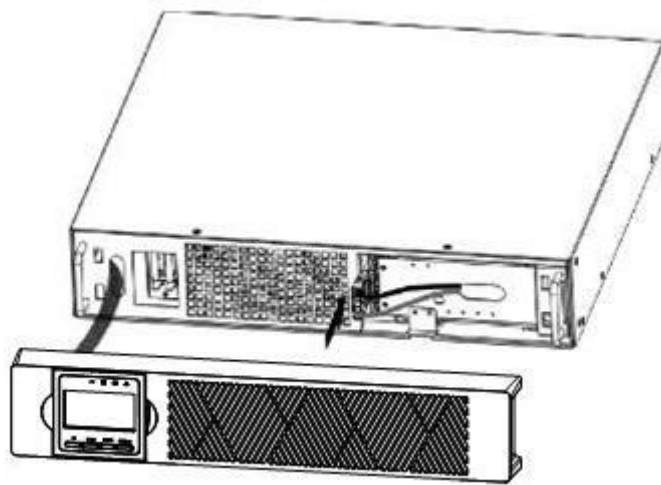

Abbildung 6: Anschließen der internen USV-Batterien
- b) Schließen Sie den internen Batterieanschluss an (siehe Abbildung 6).